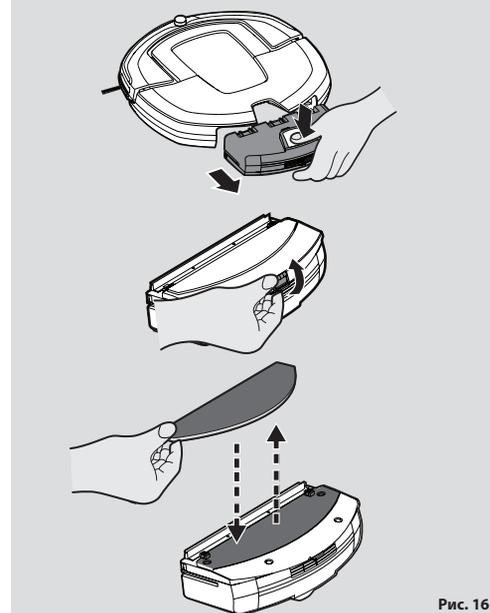

Рис. 16
**НАСАДКА-ПОЛОТЕР\*: [Рис. 16]**